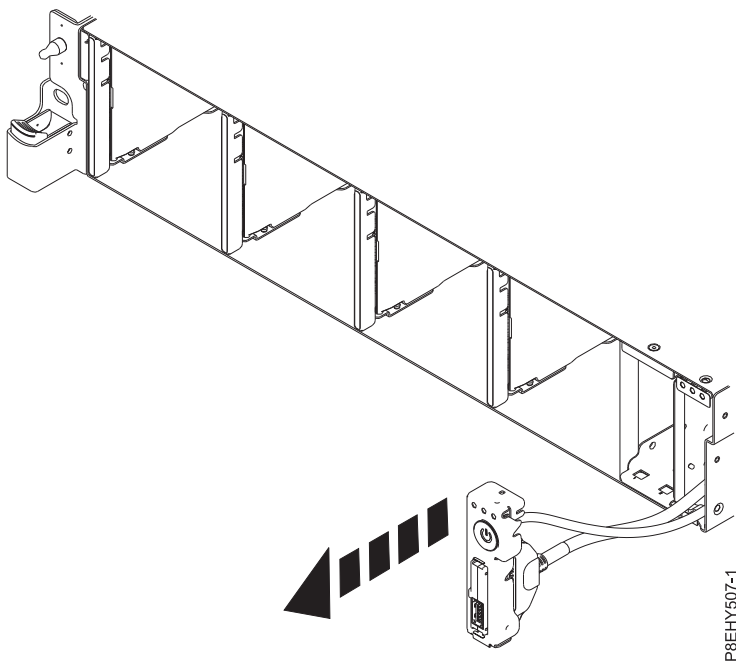

Figura 106. Tire del interruptor de alimentación del sistema
9. Tire del interruptor de alimentación del sistema. Consulte la Figura 106.